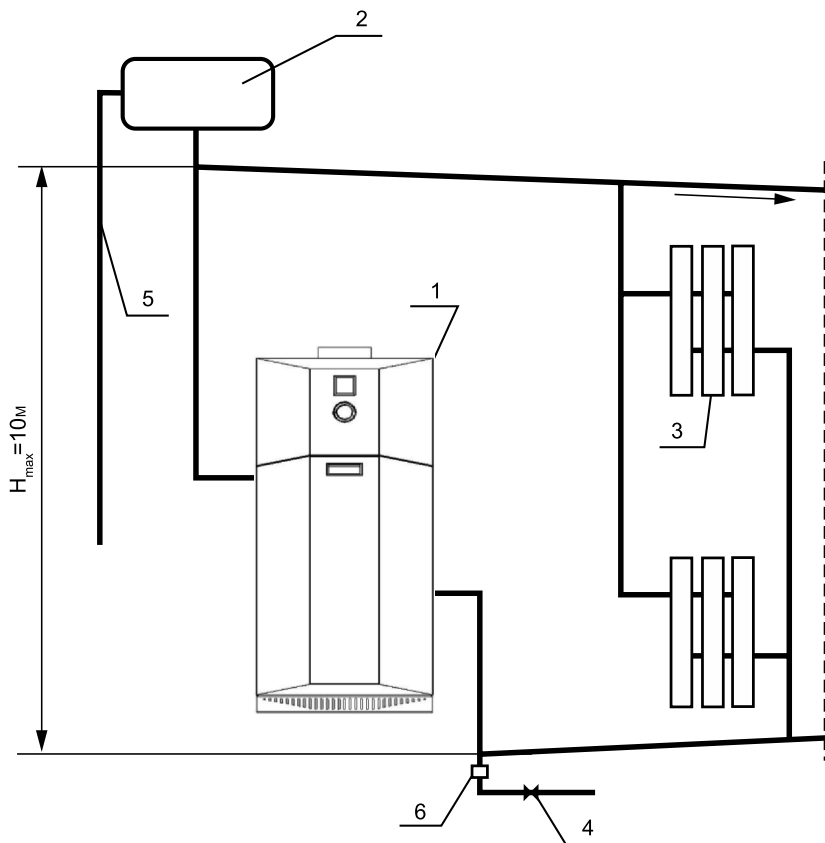

Рис. 2.
- 6.7. Расширительный бак устанавливается в верхней точке главного стояка, желательно в отапливаемом помещении. Запрещается устанавливать вентиль на сигнальной трубе (см. рис. 2, 3).